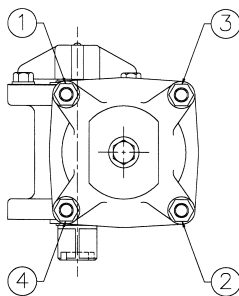

FIGURA 8
- Remova os parafusos dos tirantes (41). Recue o parafuso do êmbolo (33), até que a mola esteja totalmente distendida e o êmbolo (25) esteja solto.
- Volte a montar o êmbolo, cilindro, tampas das extremidades e tirantes, assegurando-se que segue a sequência de aperto dos tirantes (FIGURA 8). Não aperte exageradamente os parafusos. Consulte a Tabela de Requisitos de Binário de Montagem (FIGURA 9).
- Remova os parafusos (51) dos tirantes ocios, de modo alternado e uniforme. Recue cada parafuso de aproximadamente 1/4", seguindo a sequência de aperto dos tirantes (FIGURA 8). Repita a sequência, até que a(s) mola(s) esteja(m) totalmente distendida(s) e a tampa da extremidade esteja solta.
- Volte a montar as tampas das extremidades com os parafusos (51). Siga o procedimento inverso do descrito no Passo B, certificando-se que segue a sequência de aperto dos tirantes (FIGURA 8). Certifique-se igualmente que cada tirante oco penetra no rebaixo do furo da tampa da extremidade. Não aperte exageradamente os parafusos. Consulte a Tabela de Requisitos de Binário de Montagem (FIGURA 9).
- U. Nos modelos de retorno por mola, os tirantes ocios (50) devem ser apertados sobre os parafusos longos (51) que estão salientes no adaptador (26).
- V. Coloque a junta do cilindro/O-ring (46) na tampa da extremidade (54). Introduza os parafusos longos (51) com a anilha plana (53), nas tampas das extremidades.
- W. Coloque as molas no cilindro, certificando-se que as entrelaça nos contornos do êmbolo. Monte a tampa da extremidade sobre a(s) mola(s) distendida(s) e aperte-a(s) aos tirantes ocios (50) com os parafusos (51). Para prevenir a ocorrência de deformação da rosca, lubrifique os parafusos (51) com massa lubrificante "Whitmore's Omnitemp II" ou similar. Aperte os parafusos (51) ao tirante oco de modo alternado e uniforme. Aperte cada parafuso de aproximadamente 1/4"-1/2", seguindo a sequência de aperto ilustrada na Sequência de Aperto dos Tirantes (FIGURA 8), até que a mola esteja completamente comprimida. Certifique-se que o tirante oco desliza para o interior do rebaixo da tampa da extremidade. Não aperte exageradamente os parafusos. Consulte a Tabela de Requisitos de Binário de Montagem (FIGURA 9).
- X. Instale o indicador de posição (13) e a ponteira (16). Monte os parafusos de afinação (37), vedantes roscados (36), e porca de travamento (38).